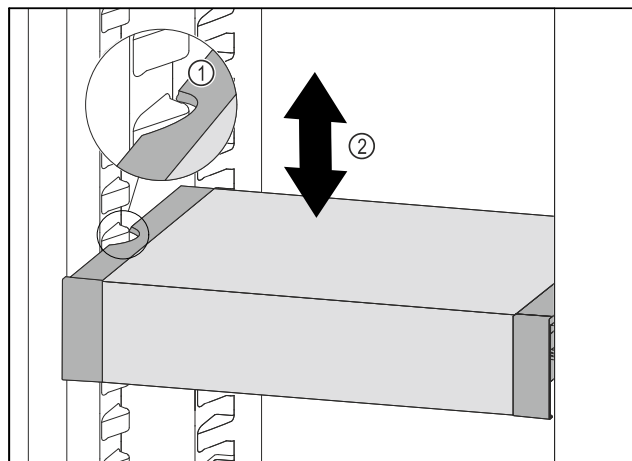

Fig. 93
- Tire del VarioSafe hacia delante hasta que los huecos laterales del VarioSafe se encuentren a la altura de la nervadura del recipiente en el compartimento del frigorífico. Fig. 93 (1)
- Mueva el VarioSafe hacia arriba o hacia abajo en el compartimento del frigorífico hasta alcanzar la altura deseada. Fig. 93 (2)